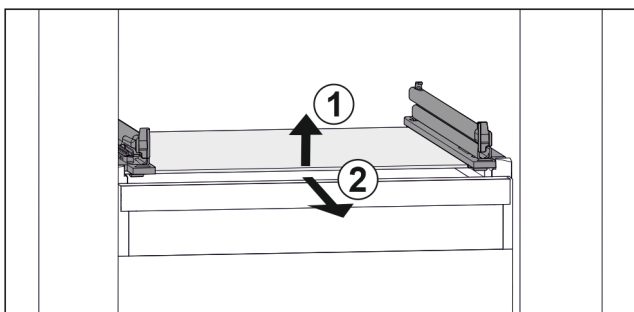

Fig. 87 Exemple de représentation de la tablette en verre
- Soulever la tablette en verre par l'avant. Fig. 87 (1)
- Retirer la tablette en verre par l'avant. Fig. 87 (2)